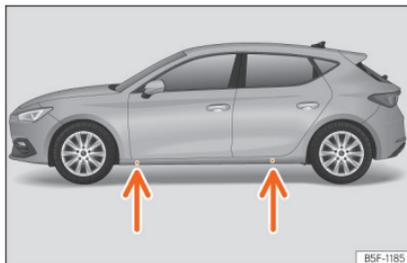

Fig. 46 Pontos de apoio do macaco.
- Procure na longarina a marca do ponto de apoio do macaco [zona afundada] mais próximo da roda a substituir » » Fig. 46.